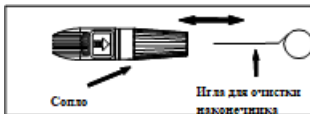

Рис. 5. Вставьте в отверстие сопла иглу для очистки и перемещайте ее вперед-назад
- Вставьте в отверстие сопла иглу для очистки сопел или разогнутую скрепку и с помощью движений вперед-назад очистите отверстие сопла ( Рис. 5).